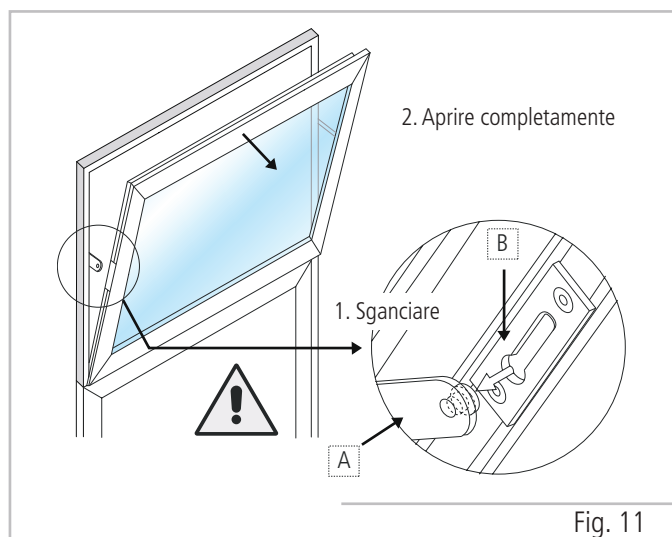

Fig. 11
- Sganciare il braccio A dalla piastra guida B richiudendo leggermente l'anta. (Fig. 11)
- Aprire lentamente l'anta. (Fig. 11)